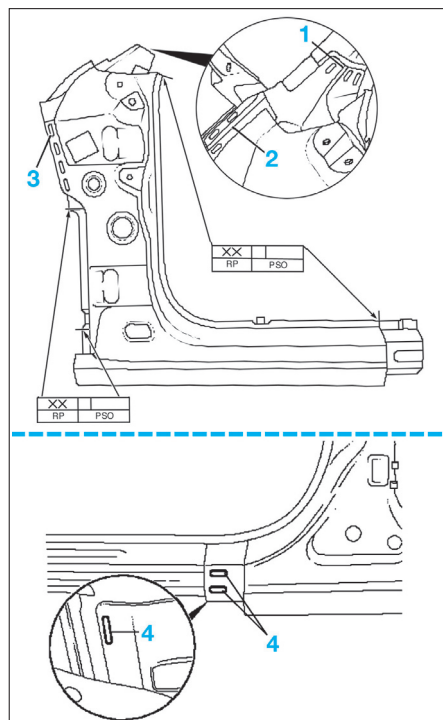
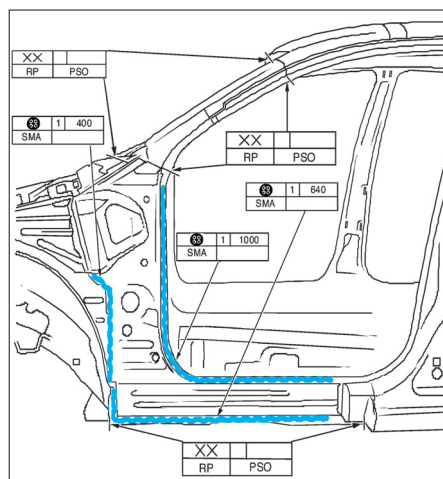

FIG. 42
FIG. 43
- Percer 3 trous oblongs de 8x24 mm (1) (fig. 42).
- Percer 7 trous oblongs de 6x20 mm (2) et (3).
- Percer 3 trous oblongs de 8x24 mm sur la fixation au renfort de bas de caisse (4).
- Préparer la partie le renfort de montant A (fig. 43).